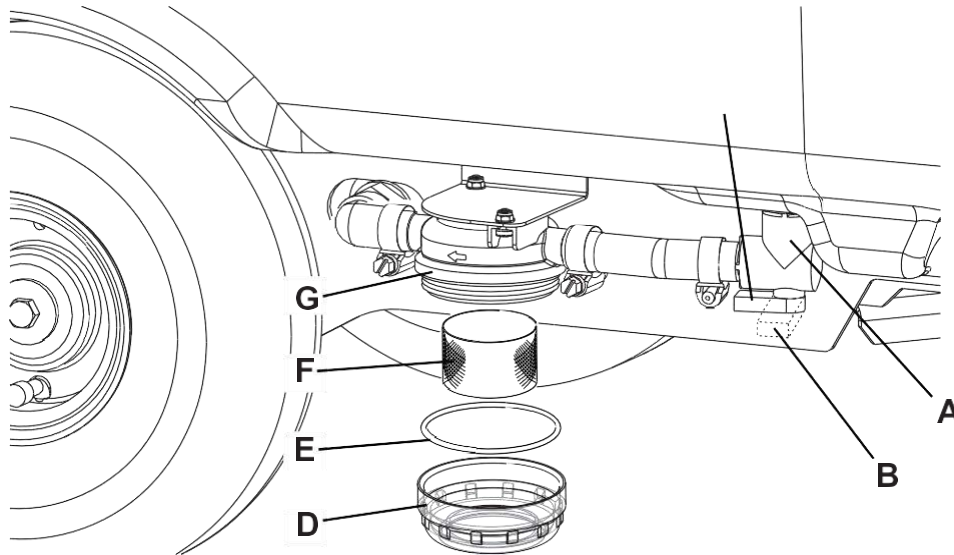

Figure 14
2. Éteignez la machine en maintenant appuyé l'interrupteur (66) pendant près d'une seconde.
3. Fermer le robinet de la solution (A, Fig. 14) situé dessous la machine, derrière la roue arrière gauche.